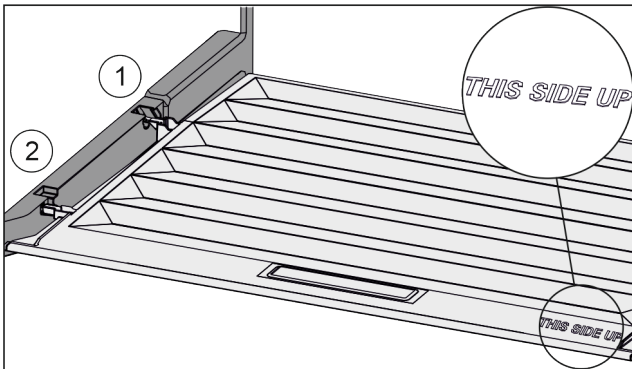

Fig. 41
- ▶ Introduire les rainures du couvercle par l'orifice du support arrière Fig. 41 (1) et les enclencher à l'avant dans le support Fig. 41 (2).